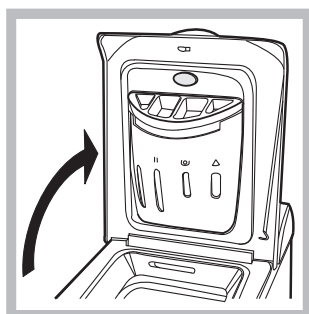

Fig. 1
A) Åbning. (Fig. 1). Løft det yderste låg og åbn det helt